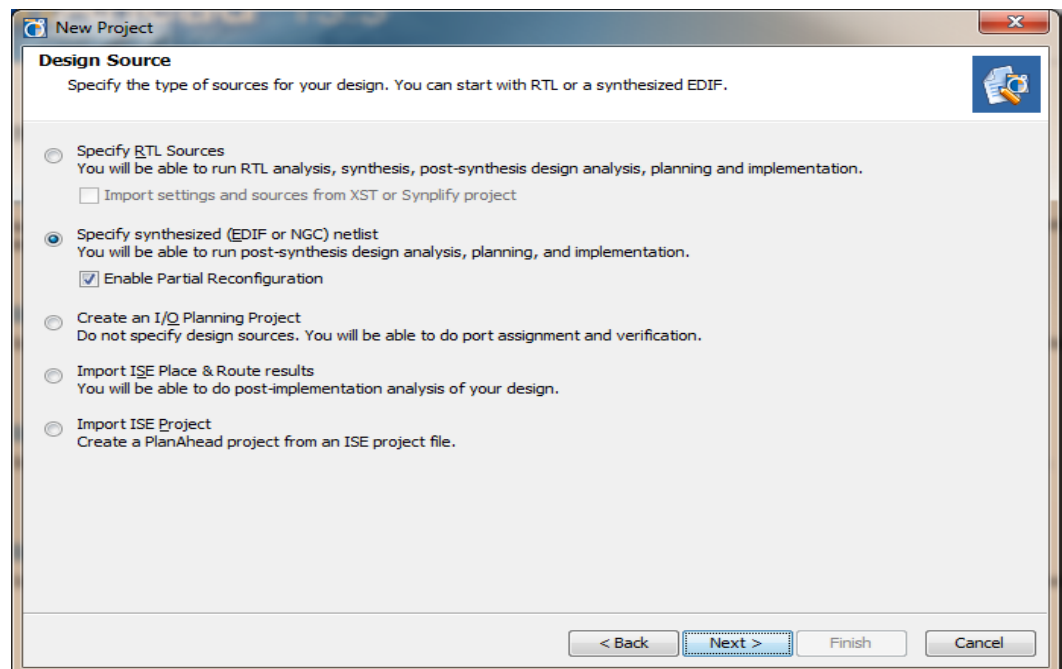

図 4-1 : New Project ウィザード
1. New Project ウィザードを起動し、プロジェクト名とディレクトリを指定し、[Specify synthesized (EDIF or NGC) netlist] をオンにします。パーシャル リコンフィギュレーション プロジェクトは、PlanAhead ソフトウェアの RTL レベルでは開始できません。[Enable Partial Reconfiguration] をオンにして、これをパーシャル リコンフィギュレーション プロジェクトとして定義します。図 4-1 は、New Project ウィザードを示しています。